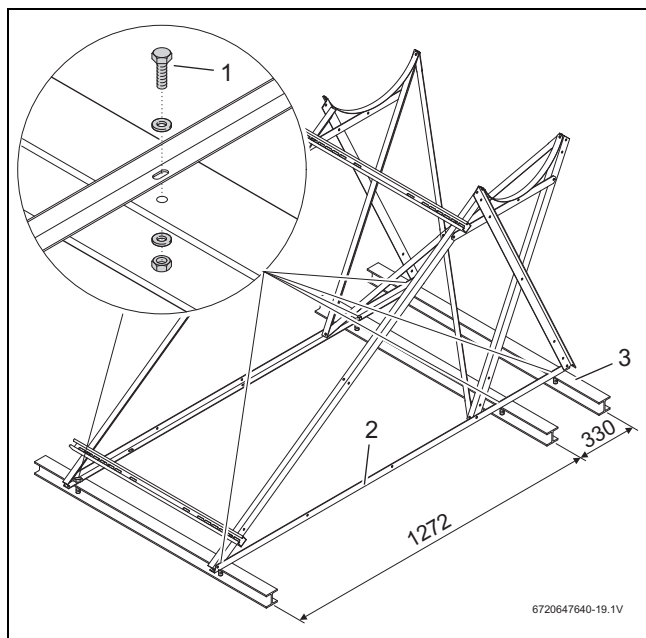

Fig. 28 Soporte para tejado plano sobre viga en I, medidas en mm (sistema de 150/200 l)
- Fijar los perfiles por medio del anclaje sobre vigas de acero (Fig. 28).